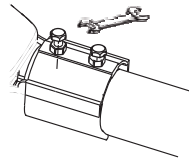

FIG:3
4. Apriete ambos tornillos de montaje con un torque de 8 Nm y luego apriete las tuercas completamente (Fig. 3).